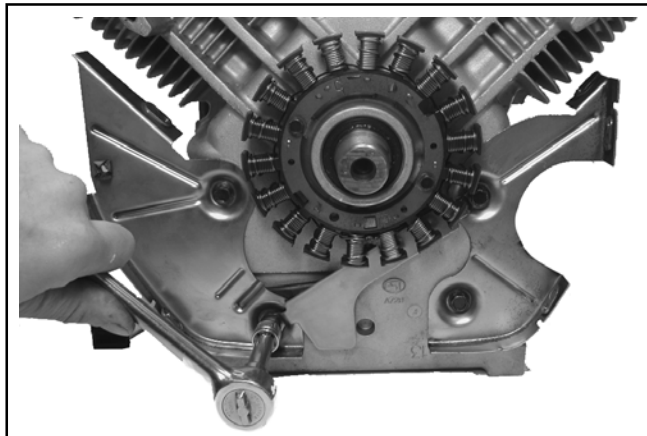

Figura 9-47. Rimozione di piastre posteriori e coperchio del cavo dello statore.
1. Rimuovere le quattro viti che fissano le piastre posteriori ed il coperchio del cavo dello statore (se presente). Vedere Figura 9-47. Rimuovere le piastre posteriori ed il coperchio.